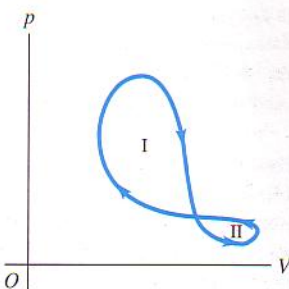

Figura 19.24 Ejercicio 19.18.
**19.18** Un sistema termodinámico sufre un proceso cíclico como se muestra en la figura 19.24. El ciclo consiste en dos lazos cerrados, el lazo I y el lazo II. a) Durante un ciclo completo, ¿el sistema efectúa trabajo: positivo o negativo? b) En cada lazo, I y II, ¿el trabajo neto efectuado por el sistema es: positivo o negativo? c) Durante un ciclo completo, ¿entra calor en el sistema o sale de él? d) En cada lazo, I y II, ¿entra calor en el sistema o sale de él?